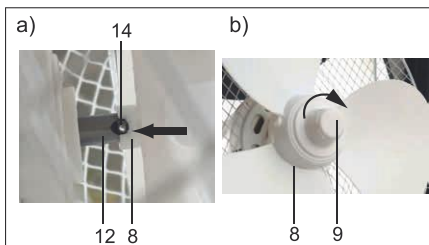

Fig.63: Montage rotor
6. Schuif nu de rotor (8) op de motoras (12). De kleine dwarsas (14) aan het einde van de motoras moet dan in de uitsparing van *het rotoropzetstuk* zitten. Zie afb. 63 a).
7. Steek de schroefmoer (9) op de rotor.
8. Draai deze vast met de wijzers van de klok mee. Zie afb. 63 b).